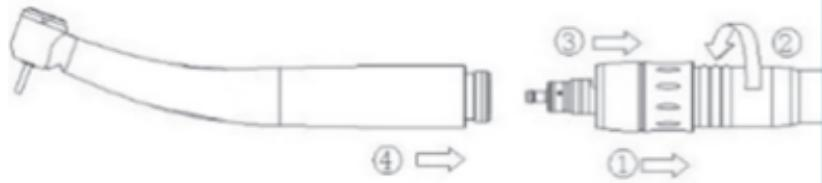

Fig. 6-7
- Aparafuse o acoplamento LED no tubo da turbina (Fig. 6-7①).
- Aperte a tampa roscada do tubo da turbina com a chave (fornecida com o dispositivo médico) (Fig. 6-7②).
- Monte o dispositivo médico com precisão no acoplamento LED fazendo deslizar o anel de bloqueio (Fig. 6-7③④).